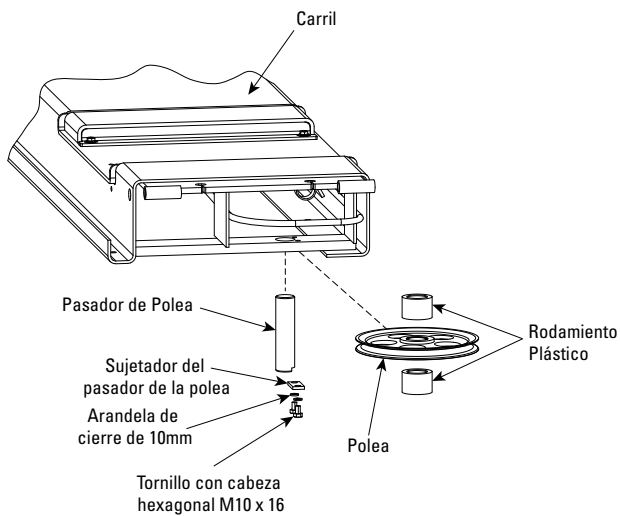

Fig. 5
- C. Posicione el yugo trasero al final de los carriles. La abertura del lado del yugo debe alinearse con las poleas para cable en los extremos del carril. Introduzca los extremos del cable a través de las aberturas del yugo. Asegúrese de que los cables no se crucen dentro del yugo. Alimente el cable #1 a través del carril derecho, Fig. 3 y 4. Ensamble las poleas y los cojinetes en ambos extremos del carril derecho, Fig. 5. Asegúrese de que los cables estén en las ranuras de la polea, Fig. 3. No ensamble las poleas en los extremos del yugo en este momento.